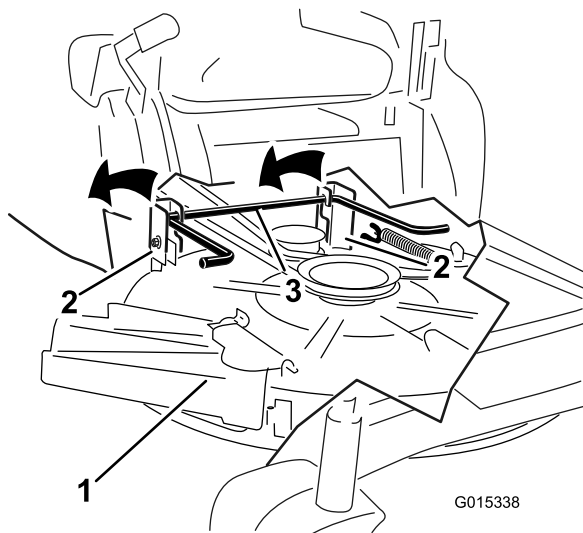

**Figura 66**
- Remova o contrapino do gancho da barra de suporte da frente e remova a barra do suporte da plataforma (Figura 66).
6. Coloque a barra de suporte frontal na plataforma do cortador com o pino de segurança e contrapino do gancho (Figura 66).